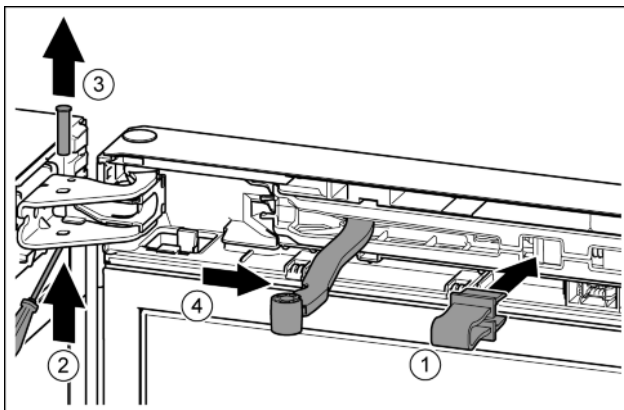

Fig. 8
- ▶ Sicherung in Öffnung einrasten. Fig. 8 (1)
- ▶ Bolzen mit Schraubendreher herauschieben. Fig. 8 (2)
- ▶ Bolzen nach oben herausnehmen. Fig. 8 (3)
- ▶ Gelenk in Richtung Tür drehen. Fig. 8 (4)